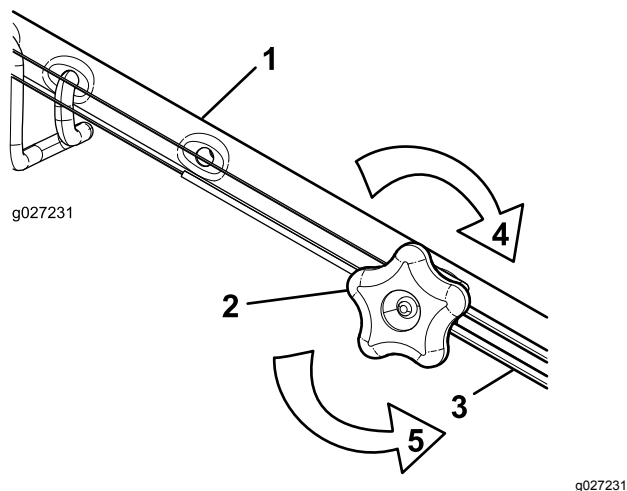

Рисунок 37
1. Поверните ручку регулировки против часовой стрелки, чтобы ослабить натяжку троса (Рисунок 37).
2. Отрегулируйте натяжение троса (Рисунок 37), потянув его назад или вперед, затем удерживайте в этом положении.